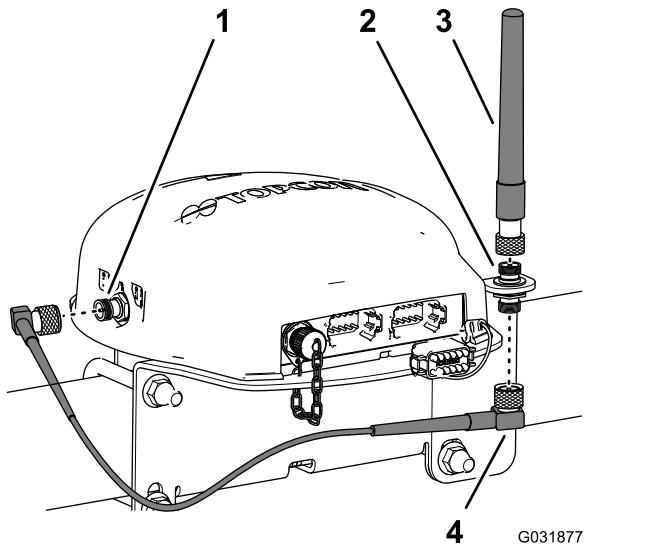

Figura 154
3. Monte la antena RTK sobre la parte superior del conector coaxial, y apriete la tuerca moleteada de la antena a mano (Figura 154).
4. Conecte provisionalmente el cable de la antena en la parte inferior del acoplamiento coaxial (Figura 154).
5. Enrute el cable por detrás del receptor de navegación hasta el conector coaxial del módem celular CDMA o GSM (Figura 154).
6. Enchufe el cable de antena en el conector coaxial del módem celular CDMA o GSM (Figura 154).